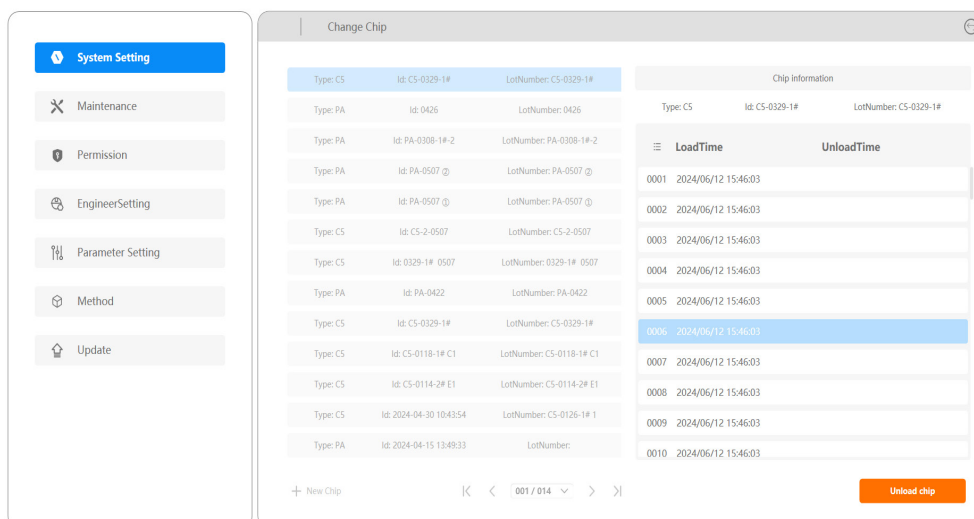

图 14 Polariton SPR Workstation 软件 Change Chip 程序界面
- a. 按照以下步骤使用 Change Chip 程序更换芯片：Polariton SPR Workstation→System→System Setting→Change Chip→Unload Chip（如图 14）；